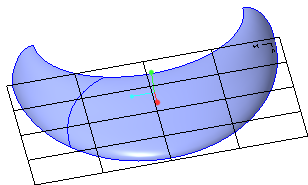
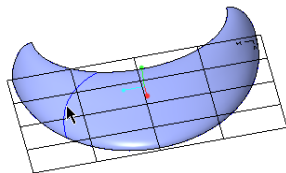

图 8-47 自由形式曲面和曲线上的曲线
图 8-48 选择要用于修剪面组的曲线
① 在“快速访问”工具栏中单击“打开”按钮，弹出“文件打开”对话框，选择配套范例文件“bc_8_s_trim.prt”，然后单击该对话框中的“打开”按钮。
② 单击“造型”按钮，从而进入“样式”设计环境。此时注意已有的自由形式曲面和曲线上的曲线如图 8-47 所示。
③ 在功能区“样式”选项卡的“曲面”面板中单击“曲面修剪”按钮，打开“造型：曲面修剪”选项卡。
④ 面组收集器处于活动状态，选择要修剪的一个或多个面组。在这里只选择一个自由形式曲面。
⑤ 在“造型：曲面修剪”选项卡的曲线收集器的框中单击，将其激活，单击要用于修剪面组的曲线（所选曲线必须位于已选择的面组上），如图 8-48 所示。